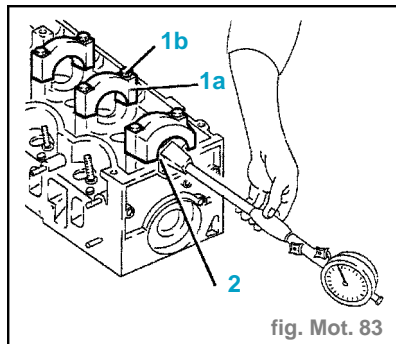

fig. Mot. 83
- Reposer les chapeaux de l'arbre de distribution (1a) sur la culasse et resserrer les vis relatives (1b) au couple de **1,3 à 1,6 daN.m**. (fig. Mot.83)
- Vérifier que le diamètre (2) des supports de l'arbre de distribution rentre dans les valeurs prescrites ; en cas contraire, remplacer la culasse.